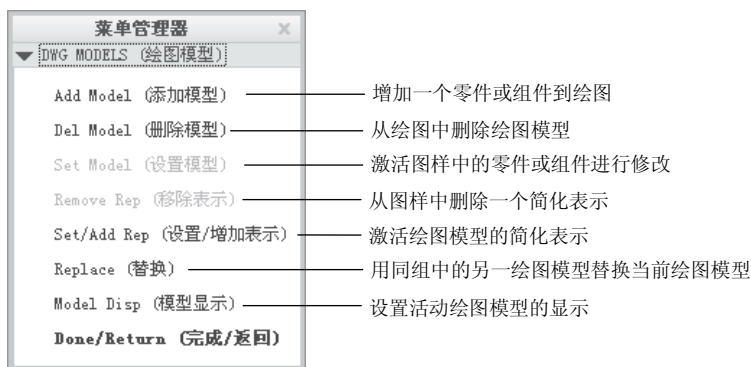

图 7.1.28 “绘图模型”菜单
Step2. 在功能选项卡区域的 **布局** 选项卡中单击“绘图模型”按钮 ，在系统弹出的 ▼ DWG MODELS (绘图模型) 菜单中选择 Replace (替换) 命令，如图 7.1.28 所示。